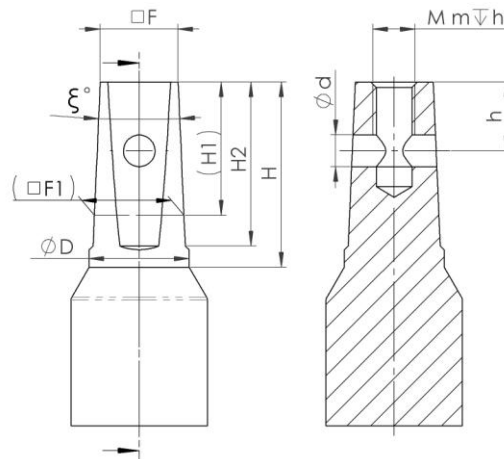

Рис.4
4.6. Размеры конца шпинделя для присоединения адаптера штока - см. Рис.4, Табл.5.